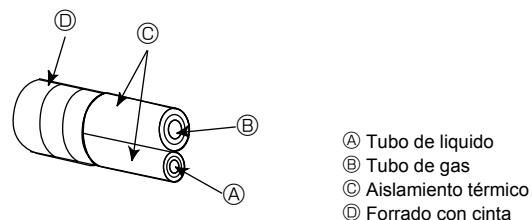
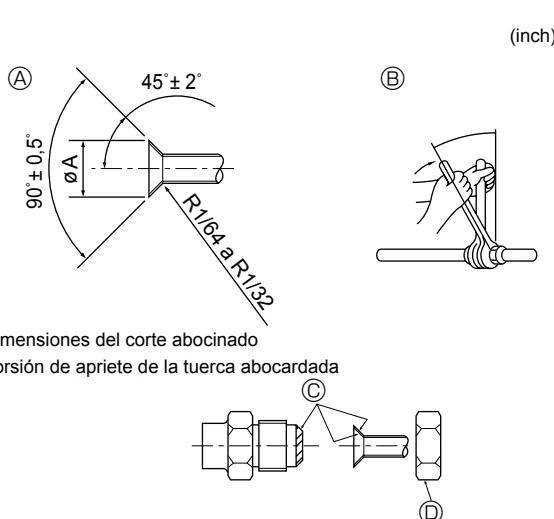

Fig. 4-1
Fig. 4-2
Ⓐ (Fig. 4-1)
Ⓑ (Fig. 4-1)
4.2. Tubos de conexión (Fig. 4-1) (Fig. 4-2)
Si se utilizan tubos de cobre convencionales, aíslle los tubos de gas y líquido separadamente con materiales aislantes (resistente al calor hasta 100 °C, 212 °F o más, espesor de 12 mm 1/2 inch o más). (Fig. 4-1)
[Fig. 4-2]